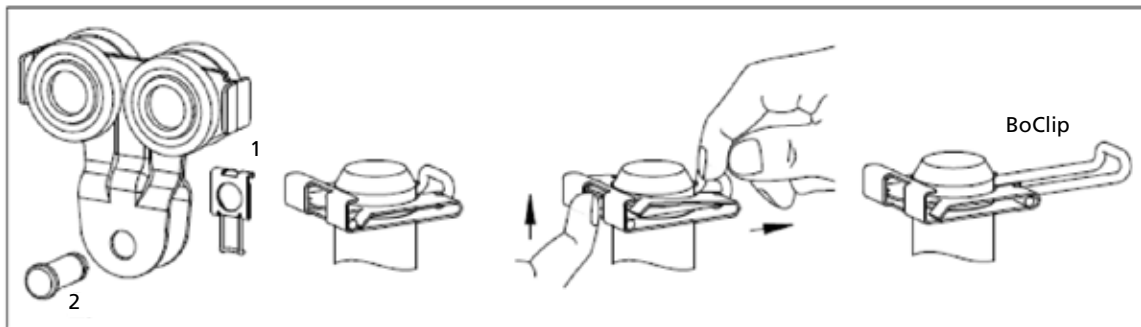

fig.60
2. Togliere i fermi 1 (seguendo istruzioni in fig. 60) e sfilare i perni di sospensione 2.
6. Togliere il fermo/coppiglia 1 (seguendo istruzioni in fig. 60) e sfilare il perno di sospensione 2.